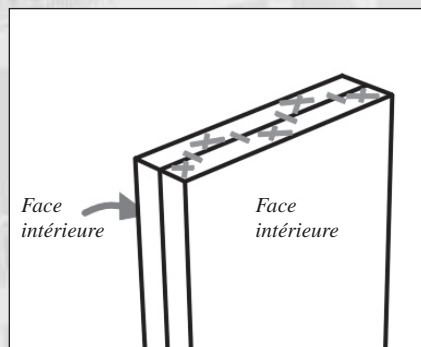

FIGURE 7 : Repérage des zones à éliminer.
- Repérez la pièce comportant les queues mâles et celle comportant les queues femelles. Hachurez ou repérez d'une croix les parties qui seront retirées au ciseau. (Voir Figure 7)